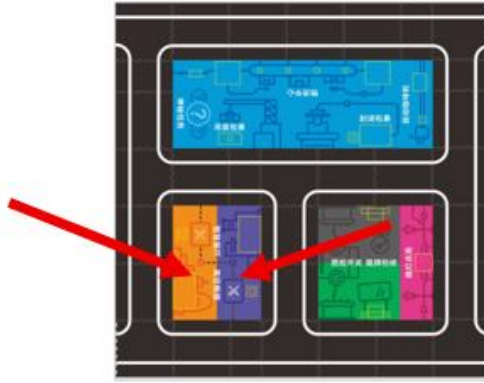

图 2.5.4 高中组高空救援可能摆放位置
**高中组：**该任务点位置可能在图 2.5.4 中两个红色标记中的一处出现，任务 4 智慧餐厅摆放位置确定后，另外一个位置为高空救援摆放位置。